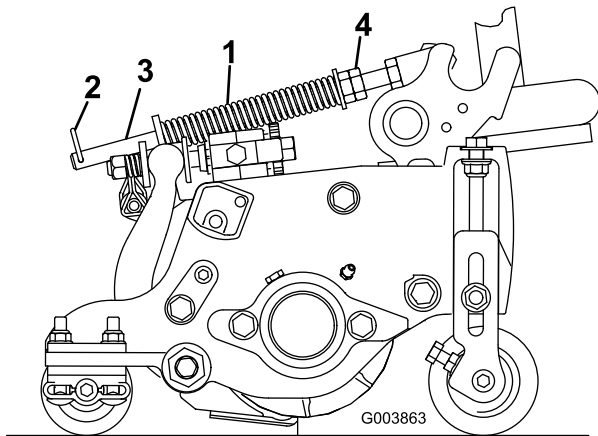

図 21
ターフ補正スプリング（図 21）は、前ローラから後ローラへと、カッティングユニットの体重移動を行います。（これによりユニットを安定させ、いわゆる「波打ったような」仕上がり（ボビングとかマーセリングといわれる現象）を防いでいます。
1. ヘアピンコッターがスプリングロッドの後の穴に差し込まれていることを必ず確認しておいてください（図 21）。
2. スプリングロッド前部の六角ナットを締めて、スプリング（圧縮状態）の長さが15.9cmになるようにする（図 21）。